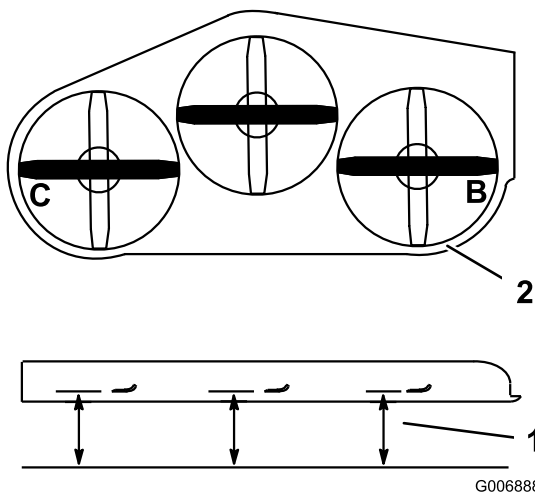

Figure 84
3. Tournez les lames pour les mettre parallèles dans le sens transversal. Mesurez la distance aux points **B** et **C** entre une surface plane et le bord coupant des pointes des lames (Figure 84).